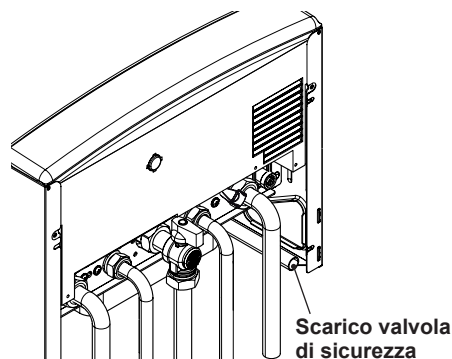

Figura 5.4
- Collegare lo scarico della valvola di sicurezza ad un imbuto di scarico Figura 5.4.